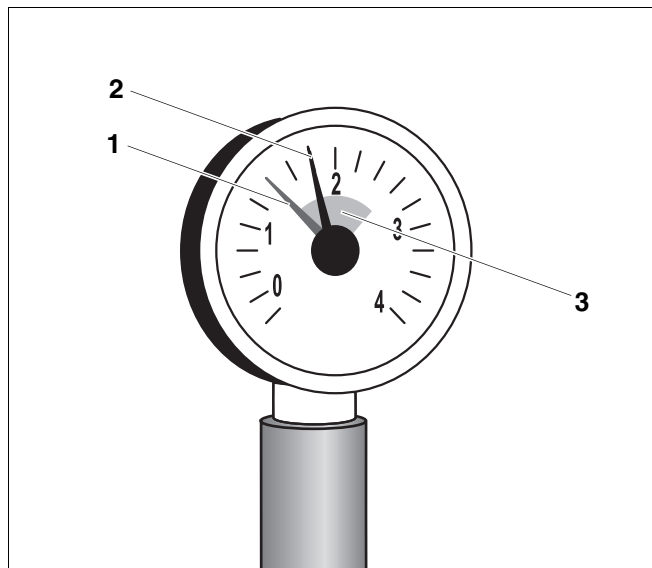

Fig. 7 Manometrul pentru instalațiile închise
La instalații închise indicatorul manometrului trebuie să se afle în interiorul marcajului verde (Fig. 7, **Poz. 2**) (Fig. 7, **Poz. 3**).
Indicatorul roșu al (Fig. 7, **Poz. 1**) manometrului trebuie să fie reglat la presiunea necesară a instalației de încălzire. Specialistul reglează presiunea necesară instalației.
- Verificați, dacă indicatorul manometrului (Fig. 7, **Poz. 2**) se situează în interiorul marcajului (Fig. 7, **Poz. 3**) verde.
Dacă indicatorul manometrului (Fig. 7, **Poz. 2**) nu depășește marcajul verde (Fig. 7, **Poz. 3**), presiunea apei din instalație este prea mică. Apa pierdută trebuie completată cu apă de adaos. Pentru umplerea instalației de încălzire utilizați numai apă menajeră netratată.
- Umpleți apa de completare prin robinetul KFE, până când indicatorul manometrului (Fig. 7, **Poz. 2**) ajunge în interiorul marcajului verde (Fig. 7, **Poz. 3**).